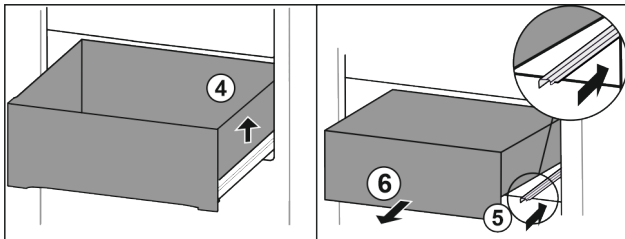

Fig. 114
- ▶ Підняти висувний ящик праворуч. Fig. 114 (4)
- ▶ Вставити праву рейку. Fig. 114 (5)
- ▶ Вийняти висувний ящик рухом вперед. Fig. 114 (6)